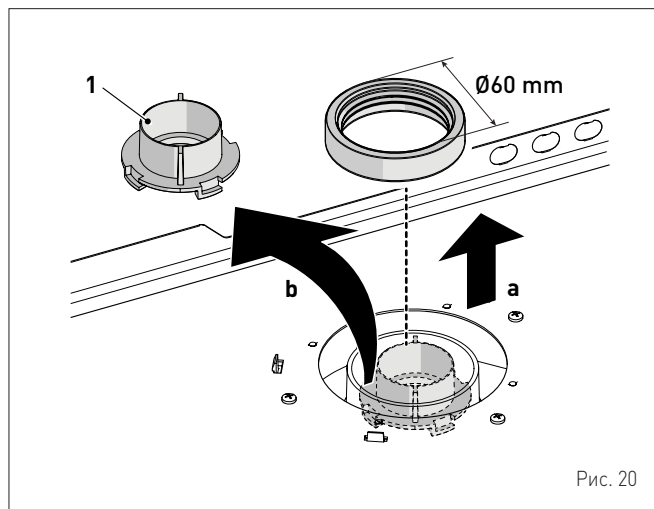

Рис. 20
- Для модели Edea HM 25 T** в случаях, когда общая потеря напора на участке между нагнетанием и всасыванием превышает **9 мм водяного столба**, удалите диафрагму из трубопровода дымоотвода, как показано на Рис. 20.
- Для модели Edea HM 35 T** в случаях, когда общая потеря напора на участке между нагнетанием и всасыванием превышает **12 мм водяного столба**, удалите диафрагму из трубопровода дымоотвода, как показано на Рис. 20.